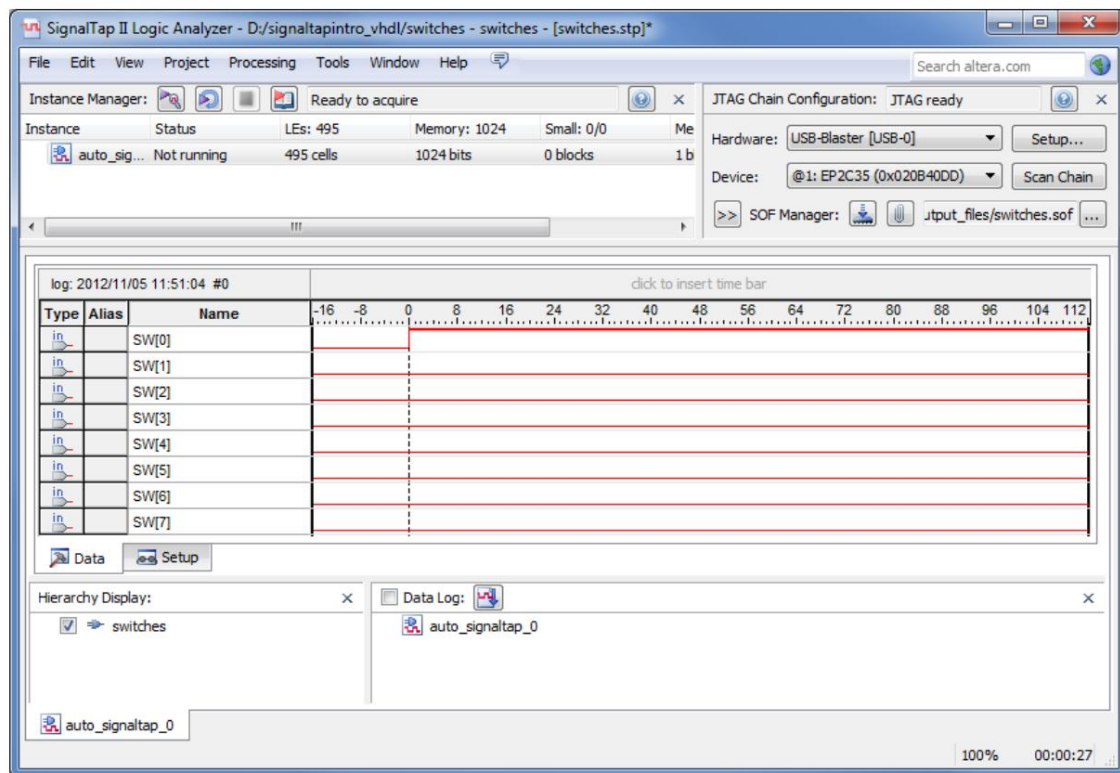

Figure 13. Affichage graphique des valeurs une fois la condition de déclenchement remplie.
3. Pour observer la fonction de déclenchement de l'analyseur logique, réglez le commutateur 0 de la carte série DE sur « haut ». La fenêtre de données de SignalTap II devrait afficher l'image de la figure 13. Notez que cette fenêtre affiche les niveaux de données des 8 nœuds exploités avant et après la condition de déclenchement. Pour cela, activez l'un des commutateurs 0 à 7, puis cliquez à nouveau sur « Exécuter l'analyse ». Lorsque le commutateur 0 est à nouveau sur « haut », les valeurs des commutateurs s'affichent sur l'analyseur logique SignalTap II.